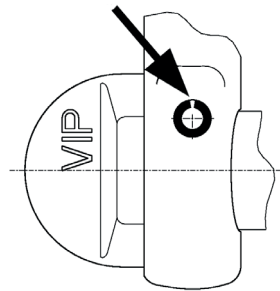

Abbildung 1: VV-SCH
- VV-SCH: durch Einschlagen der Sicherungsspannhülse. Schlitzrichtung beachten (siehe Abb. 1)!